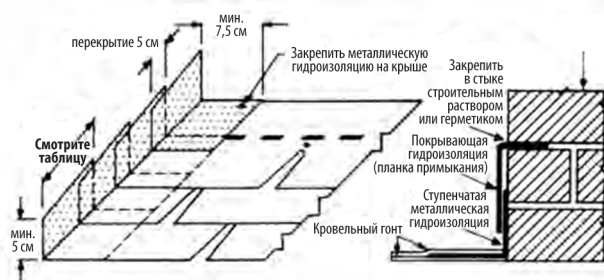

Рис. 6-2: Ступенчатая гидроизоляция боковой стены (см. также Рис. 6-10)
1. Минимальные размеры металлических гидроизолирующих кровельных гонтов у вертикальных боковых стен указаны ниже. Все указанные минимальные размеры должны приниматься во внимание при укладке любых видов кровельных гонтов компании CertainTeed (см. также Рис. 6-2). Ширина ступенчатой гидроизоляции на настиле должна быть не менее 7,6см.
При выполнении ступенчатой металлической гидроизоляции у вертикальной боковой стены (Рис. 6-2) разместите первую деталь гидроизоляции на конце начальной полосы, регулируя ее окончательное положение так, чтобы, когда будет уложен язычок последнего кровельного гонта в первом ряду, гидроизоляция была покрыта полностью. Закрепите ту часть, которая находится на крыше, одним гвоздем.